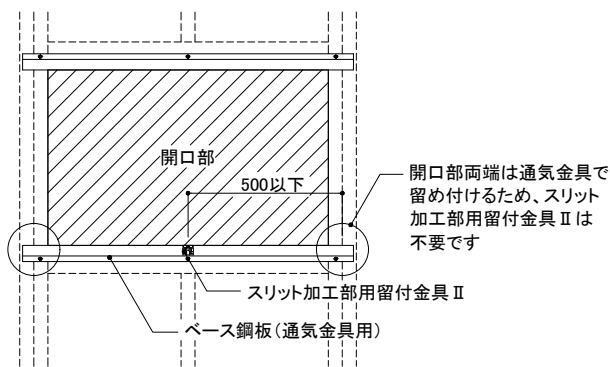

図3 スリット加工部用留付金具Ⅱの施工位置
- スリット加工部用留付金具Ⅱをツメが上がった状態で、開口部下のベース鋼板に500mm以下の間隔で専用ビス(ステンステクスネジφ4.5mm×10mm)を用いて留め付けてください。(図3、4、5参照)